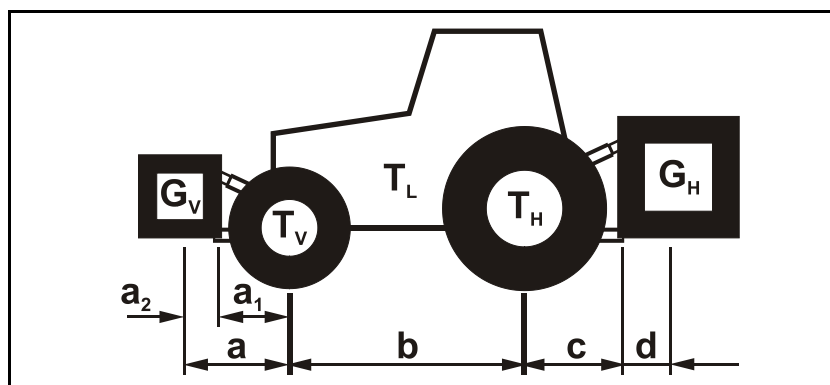

Fig. 56
2. Desenroscar el tornillo de retención (Fig. 56/1) en el embudo de protección.